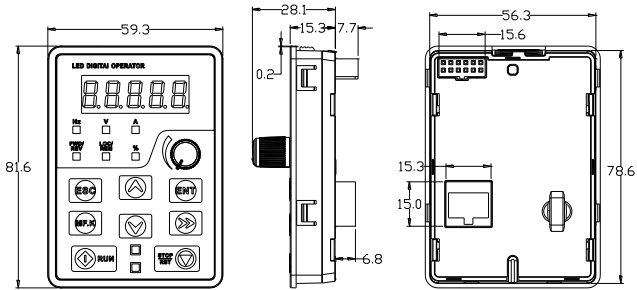

图 2-9 4.0~5.5kW 操作键盘尺寸图
1. 外置键盘安装说明：首先将安装面板按机器功率范围对应图 2-9 所示尺寸开孔，然后将键盘托卡入到安装面板再将键盘组件装入到键盘托即可。（拆卸键盘托时请先将键盘先取出，然后按图示方法取出）